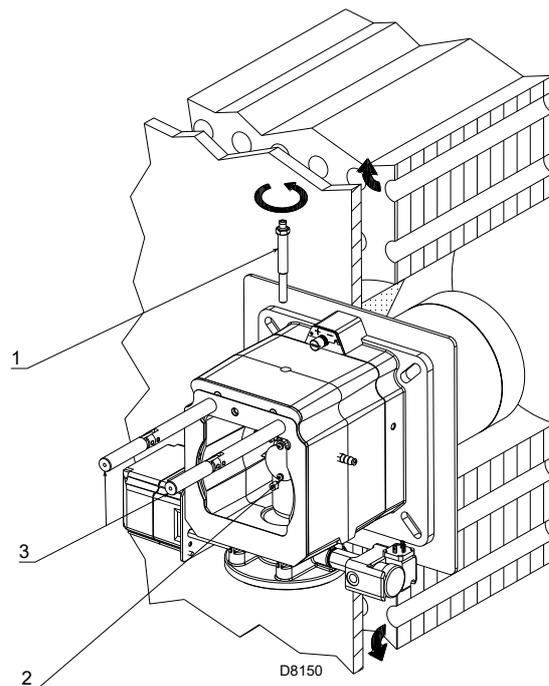

Fig. 15
- retirer la vis 1)(Fig. 15)
- extraire la partie interne 2)(Fig. 15) de la tête et en effectuer le réglage.